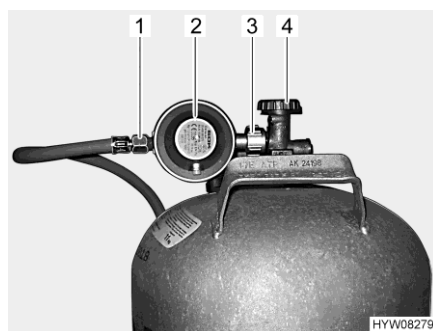

Fig. 138 Raccordo bombola del gas
- Chiudere la valvola principale di arresto (Fig. 138,4) della bombola del gas. Osservare la direzione della freccia.
- Tenere fermo il regolatore di pressione del gas (Fig. 138,2) e aprire il dado zigrinato (Fig. 138,3) (generalmente filettatura sinistra).
- Rimuovere il regolatore di pressione del gas con il tubo del gas (Fig. 138,1).
- Collocare il regolatore di pressione del gas (Fig. 138,2) con il tubo del gas (Fig. 138,1) sulla bombola del gas e serrare il dado zigrinato (Fig. 138,3) (generalmente filettatura sinistra). **Non** tirare con molta forza.